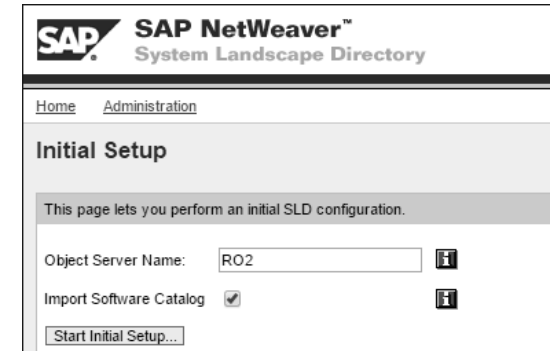

Abbildung 4.5 Initial Setup des SLD
1. Geben Sie wie in Abbildung 4.5 den Hostnamen des SLD im Feld **Object Server Name** ein.